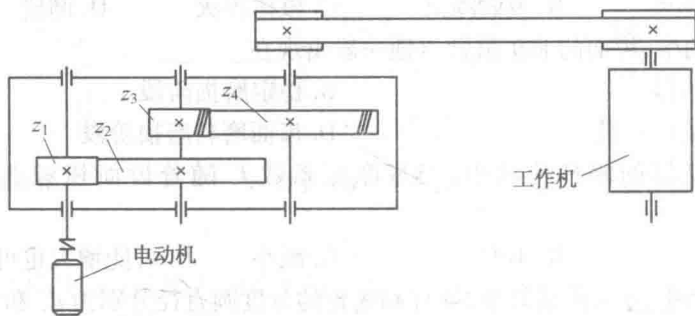

图 1
3. 试指出图 1 所示方案有什么不合理或错误之处, 并简述其理由。